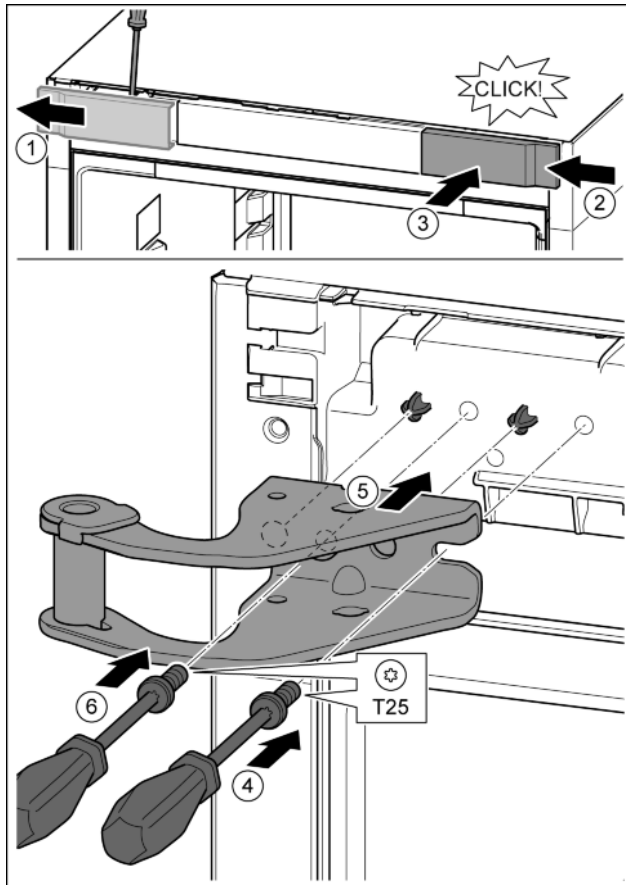

Fig. 15
- ▶ Abdeckung mit Hilfe eines Schraubendrehers lösen und seitlich abnehmen. Fig. 15 (1)
- ▶ Abdeckung um 180° gedreht auf der anderen Seite von rechts einhängen. Fig. 15 (2)
- ▶ Abdeckung einrasten. Fig. 15 (3)
- ▶ Schraube mit Schraubendreher T25 ansetzen. Fig. 15 (4)
- ▶ Oberen Lagerbock ansetzen. Fig. 15 (5)
- ▶ Schraube festdrehen. Fig. 15 (4)
- ▶ Schraube mit Schraubendreher T25 einsetzen und festdrehen. Fig. 15 (6)